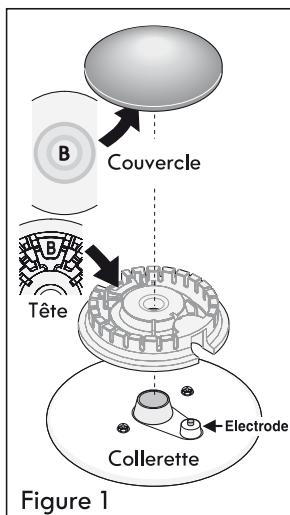
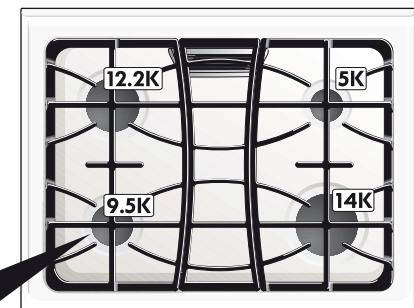
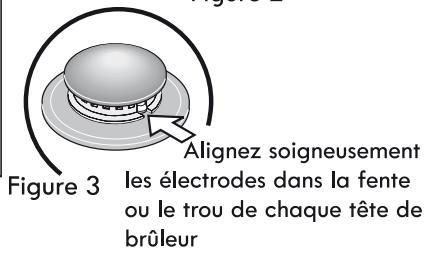

Figure 1
Figure 2
Figure 3
3. Pour remettre les têtes et les couvercles de brûleur, faites correspondre la lettre située sous le centre des couvercles de brûleur avec celle située à l'intérieur des têtes de brûleur (figure 1).
4. Agencez les collarlettes de brûleur avec les têtes et les couvercles de brûleur (voir Figure 1). Remettez les têtes et les couvercles de brûleur sur la table de cuisson (Figure 2). Alignez soigneusement les électrodes dans la fente ou le trou de chaque tête de brûleur (Figure 3). Note: Les têtes de brûleur devraient être à plat sur les collarlettes de brûleur de la table de cuisson.